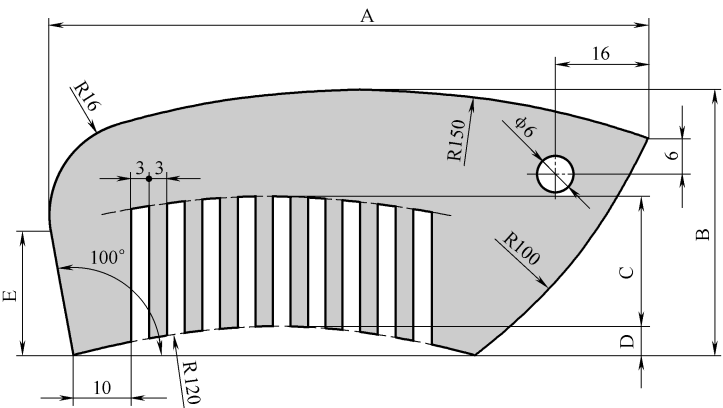

图 A-16 练习题 16
16. 参照图 A-16 绘制图形，注意图中的相切、阵列等关系。请问图形中深色区域的面积是多少？